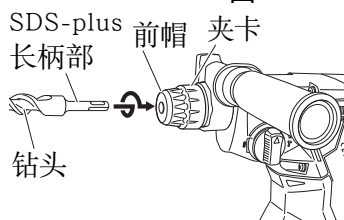
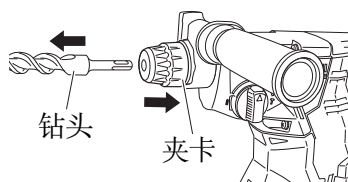

图 7
图 8
### 3. 安装钻头（图 7, 图 8）
- (1) 清洁钻头柄。
- (2) 旋转钻头将其插入钻头夹盘直至插锁插紧。(图 7)
- (3) 拉钻头以检查是否完全插紧。
- (4) 卸下钻头时，首先请按箭头所示方向将夹卡完全拉出，然后将钻头从夹卡拉下。(图 8)